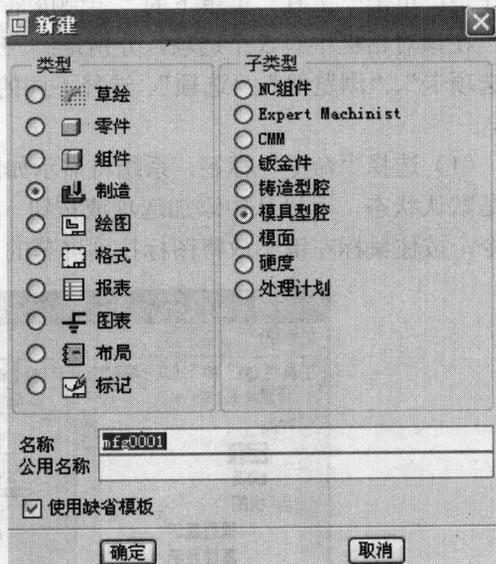

图 1-6 模具模块对话框
- (1) 单击新建图标，系统弹出“新建”对话框，如图 1-6 所示。在“类型”栏中选中“制造”，子类型中选择“模具型腔”单选按钮，然后在“名称”文本框中输入零件名称。